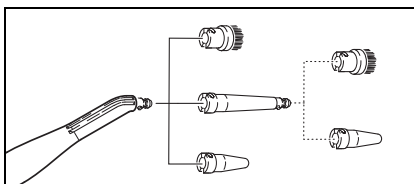

Fig. 8
- Duza punctiformă (D1) poate fi utilizată și cu prelungitorul (D2), peria cilindrică (D3) sau duza de forță (D4) (vezi fig. 8). Pentru aceasta introduceți ambele de găiri ale prelungitorului pe blocatoarele